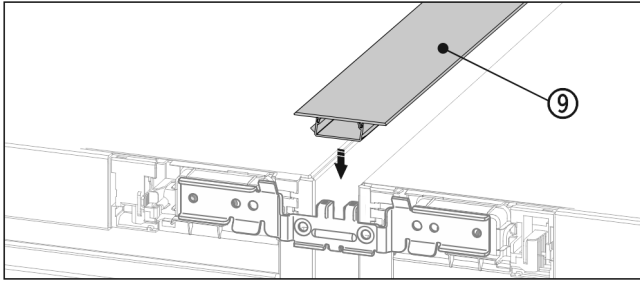

Fig. 21
- Auf der Oberseite die kurze Abdeckleiste Fig. 21 (9) in den horizontalen Spalt drücken.